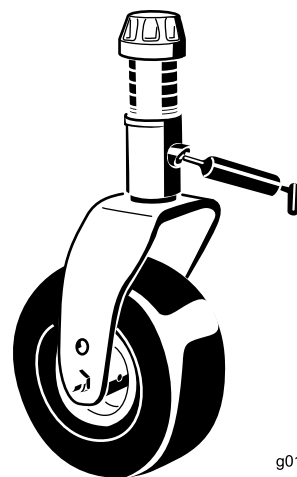

Figura 63
- Casquillos del eje de la horquilla de la rueda giratoria (2) (Figura 63)